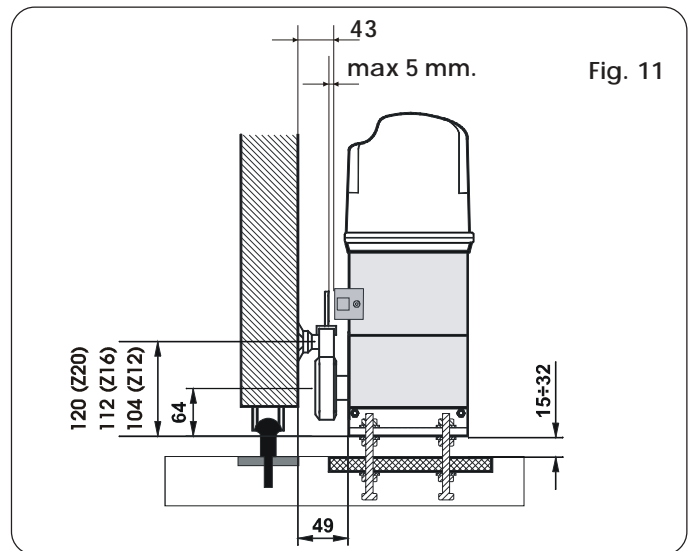

Fig. 11
- 4) Registrare l'altezza dei piedini e la distanza dal cancello facendo riferimento a Fig. 11.